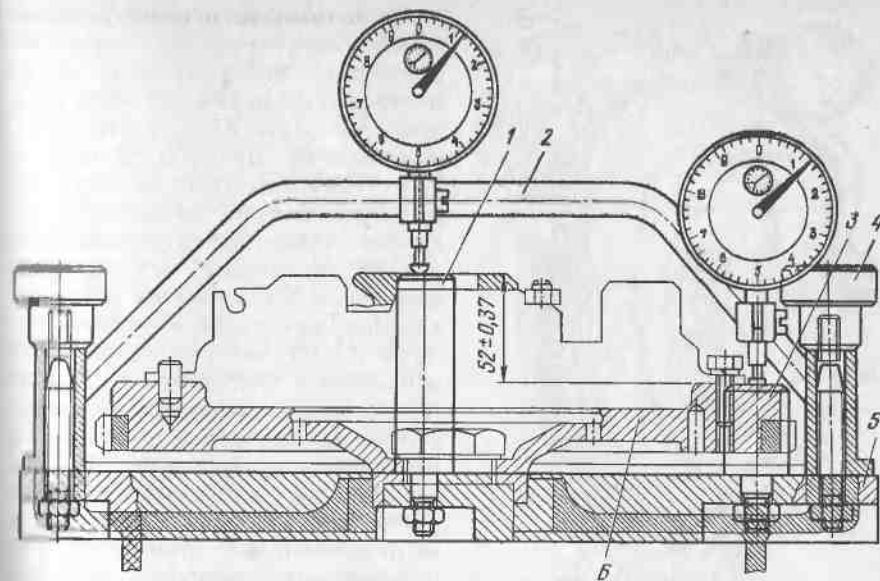

Рис. 86. Приспособление для проверки биения торца маховика и для регулировки положения пяты рычагов сцепления:
**Установка маховика.** Устанавливают картонную прокладку толщиной 0,1 мм и маховик 16 на штифты 20 (см. рис. 38). При установке маховика следует учитывать, что один из штифтов смещен на  $5^\circ$  от оси симметрии для обеспечения установки маховика в определенном положении. Устанавливают стопорную шайбу 17, заворачивают болт маховика 18 и затягивают его крутящим моментом 28...32 кгс·м. Полость подшипника 19 заполняют тугоплавкой смазкой № 158. Проверка биения торца маховика производится на специальном приспособлении (рис. 86). Настройку приспособления производят на установочной плите 5, для чего необходимо переключку 2 с индикатором установить на плиту 5 и по контрольной стойке 3 на индикаторе установить натяг в пределах 0,5...1,0 мм, совместить стрелку индикатора с «0» шкалы. Для проверки биения приспособление